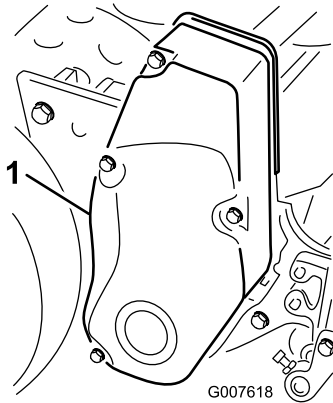

図 35
1. ベルトカバー取り付けねじを外してカバーを取り、ベルトを露出させる 図 35。